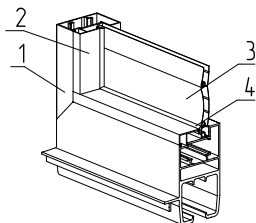

Рис. 19. Установка штапика с уплотнителем FRK39:
1. По контуру заполнения установить штапики **2** совместно с уплотнителем **4** (рис. 19).